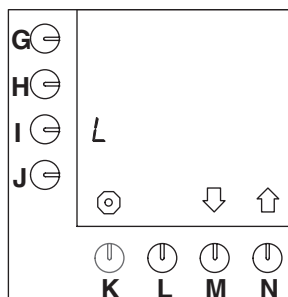

Fig. 32 Unité par défaut = L (litres)
- Il s'agit du paramètre par défaut (fig.32).